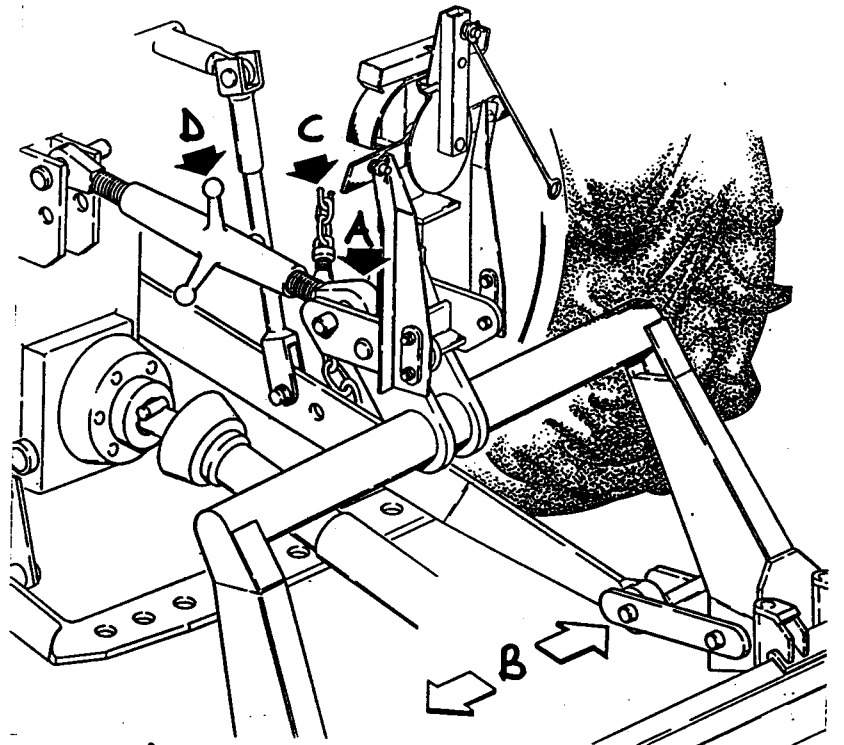
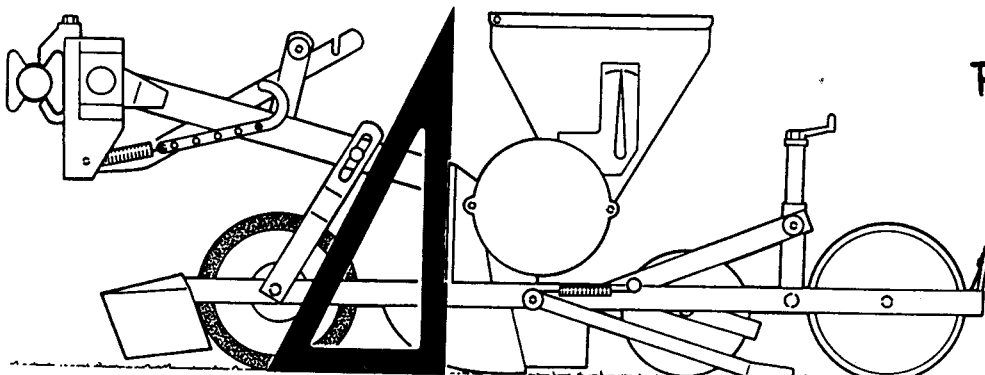

Fig. 1
Fig. 2
Collegare la seminatrice al trattore sui tre punti (A-B) Fig. 1. Tendere le catene catene stabilizzatrici (C) del trattore per centrarla e ridurre al minimo le oscillazioni laterali durante la semina.
Con il braccio del terzo punto (D) regolare l'inclinazione dei seminatori la cui posizione è corretta quando sono perpendicolari al suolo (Fig. 2). Prima di iniziare la semina sollevare i puntelli di sostegno della seminatrice.
Couple the planter to the three points of the tractor (A-B) Fig. 1. Adjust the chains of the tractor (C) to center the planter and so reduce side vibrations. Make sure that planting units are perpendicular to the ground by means of the arm of the third point (D) Fig. 2. In case the furrowing is difficult due to the soil condition, incline them as indicated on point 1, Fig. 2. Before starting seeding lift the supports of the planter.
Atteler le semoir aux trois points du tracteur (A-B), selon Fig. 1. Tendre ensuite les chaînes stabilisatrices (C), de telle sorte que le semoir soit positionné dans l'axe longitudinal du tracteur, et que ses possibilités de déplacement latéral durant le semis soient réduites au minimum. Procéder au réglage du bras télescopique du troisième point (D), de telle sorte que le semoir soit parallèle au terrain Fig. 2. Avant d'entreprendre le travail de semis, relever les béquilles de support du semoir.
Verbinden Sie die Sämaschine mit der Dreipunkthydraulik gemäß Fig. 1 (A-B). Spannen Sie die Stabilisatorketten (C) der Unterlenker so, daß sich die Maschine zentriert und seitliche Bewegungen der Maschine beim Säen minimiert werden. Mit dem Oberlenker (D) stellen Sie die Neigung der Maschine ein. In richtiger Stellung ist die Maschine parallel zum Boden.
Emsablar la sembradora al tractor sobre los tres puntos (A-B) Fig. 1. Extender las cadenas (C) del tractor para centrarla y reducir al mínimo las oscilaciones laterales durante la siembra. Con el brazo del tercer punto (D) regula la inclinación de la sembradora cuya posición es correcta cuando están paralelos al suelo. Antes de iniciar la siembra levantar los patas de apoyo de la sembradora.
Regular la inclinación de los sembradores cuya posición resulta correcta estando perpendiculares al suelo (Fig. 2). Inclinarlos como indica el punto (1) fig. 2, cuando la naturaleza del terreno hace que sea difícil trazar los surcos.